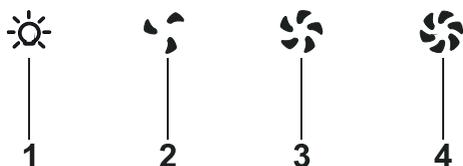

Fig. 19
Premir o botão da lâmpada para acender a lâmpada do aparelho (Fig. 19).
- Os botões de velocidade 1 e 2 simultaneamente, o modo automático pode ser ativado e desativado. A exibição do modo automático e a exibição do modo manual serão em intervalos de 2 segundos (Fig. 19).
- Para desligar o sensor de fumo premir os botões (Fig. 19 / 2-3) simultaneamente durante 3 segundos.